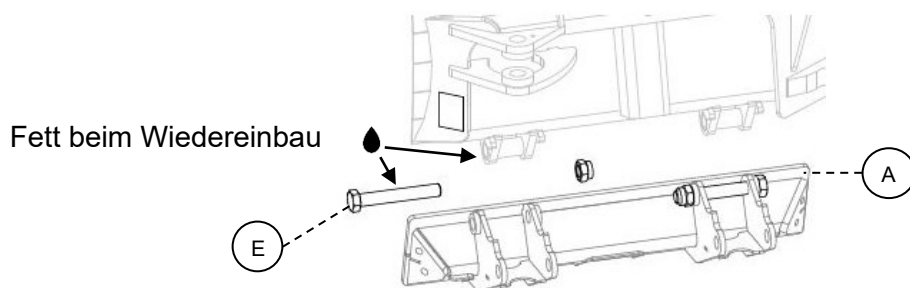

Abb. 34
Es ist wichtig, den Schürfleistenhalter (A) und dessen Schrauben (E) zu überprüfen. Sind diese beschädigt, müssen sie ausgetauscht und gefettet werden (siehe Abb. 34).